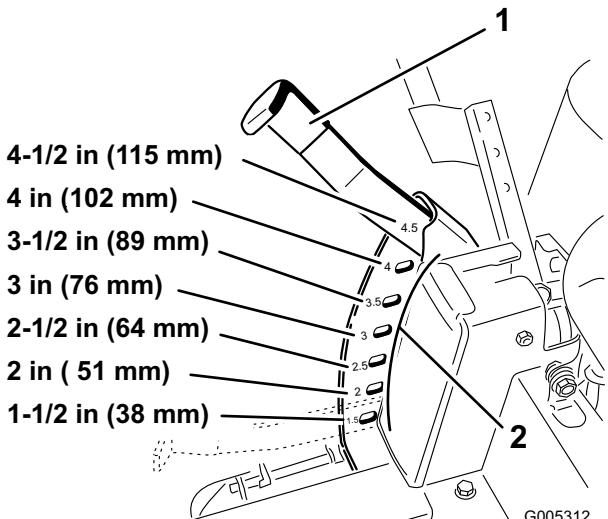

Figure 14
3. Relevez le levier de sélection de hauteur de coupe en position de transport, à la position de réglage 4,5 (qui correspond aussi à la hauteur de coupe de 115 mm [4-1/2 pouces]) (Figure 14).